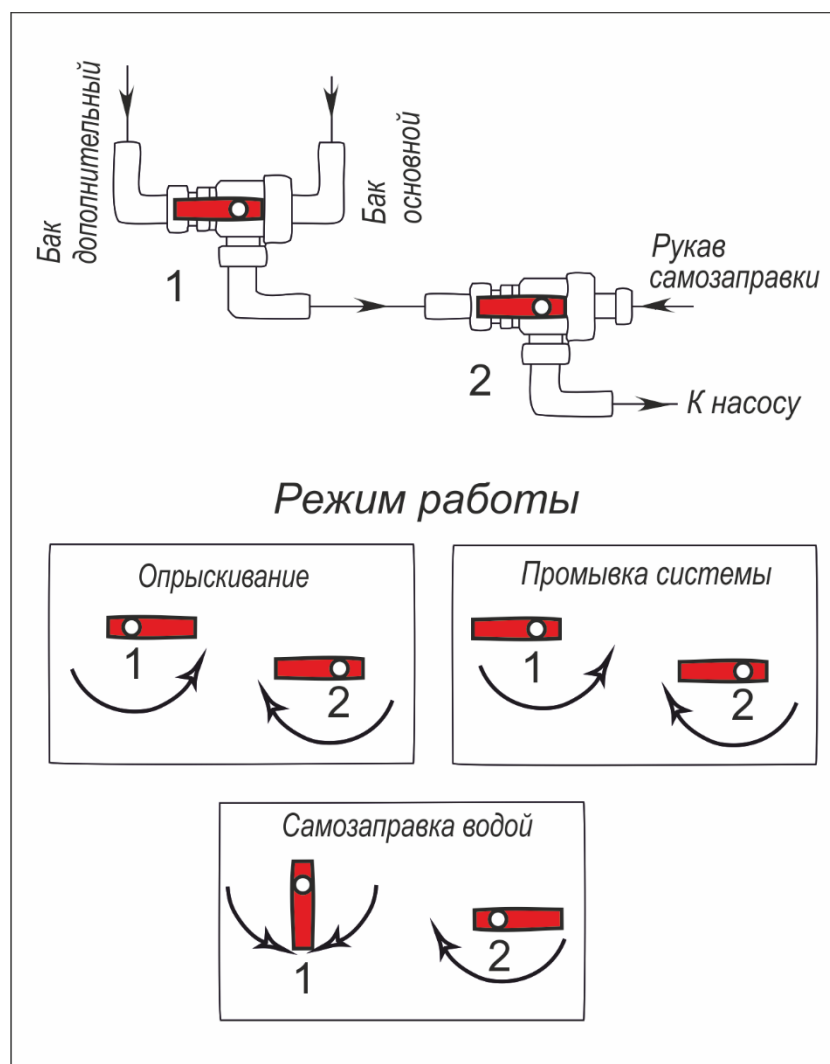

Рис. 9. Положения рукояток трехходовых кранов при различных режимах работы. см. обозначения на гидравлической схеме (рис. 8).
7.4.1. Опрыскиватель может работать в следующих режимах (рис. 9):
- б) Установить рукоятки трехходовых кранов 2 и 3 (рис. 9) в положение «Опрыскивание».
- а) Установить рукоятки трехходовых кранов 2 и 3 (рис. 9) в положение «Опрыскивание».